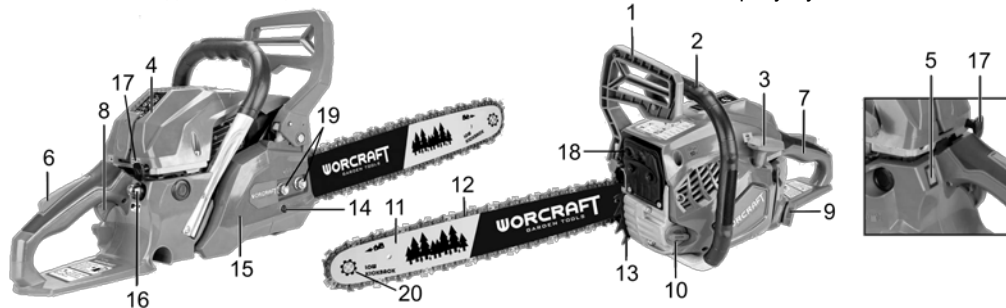
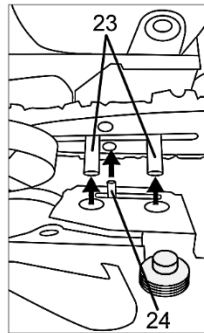

Рисунок 1
Рисунок 4
- Потягніть рукоятку гальма (1, рисунок 1) в бік передньої рукоятки (2, рисунок 1), щоб переконаватися, що гальмо ланцюга вимкнуте.
- Відвинтіть гайки (19, рисунок 1), що кріплять кришку зчеплення (15, рисунок 1), та зніміть її.
- Відрегулюйте гвинт натягу ланцюга (14, рисунок 1) на боковій частині кришки зчеплення таким чином, щоб штифт натягу ланцюга (24, рисунок 4) сумістився з відповідним отвором напрямної шини. При цьому отвори на кришці зчеплення повинні збігатися з напрямними гвинтами (23, рисунок 4).
- Вставте штифт механізму натягу ланцюга (24, рисунок 4) в спеціальний отвір на напрямній шині та одягніть кришку зчеплення. Вручну нагвинтіть гайки фіксації кришки зчеплення (19, рисунок 1).
- Обертаючи гвинт натягу ланцюга (14, рисунок 1) за годинниковою стрілкою, натягніть ланцюг до тих пір, поки він не буде щільно прилягати до нижньої сторони напрямної шини. Перевірте натяг, потягнувши ланцюг вгору.
При кожній заправці паливом обов'язково перевіряйте та доливайте оливу для змащування ланцюга. Кришка горловини масляного бака (10, рисунок 1) позначена відповідним значком. Рекомендовано використовувати тільки спеціальну оливу для ланцюгів. Олива для ланцюгів значно знижує тертя та нагрів ланцюга і напрямної шини, полегшує їх очищення від стружки та пилу, надійно захищає від корозії та придатна до всесезонного використання.
- Перевірте, щоб гальмо ланцюга (1, рисунок 1) правильно функціонувало (пересуньте важіль вперед-назад): увімкнене (ланцюг не буде обертатися) – важіль гальма ланцюга переведений уперед (убік пиляльної гарнітури), вимкнено – важіль переведений назад (убік рукоятки).